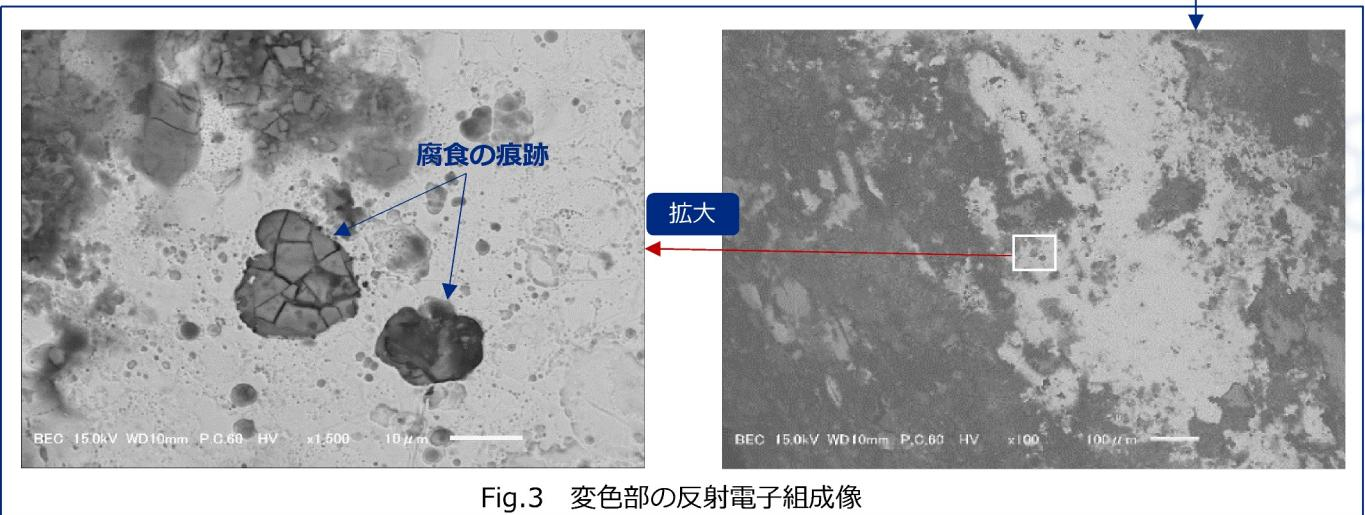

Fig.3 変色部の反射電子組成像
■ 走査電子顕微鏡(SEM)にて観察したところ(Fig.3)、腐食の痕跡が確認されました。基材表面にクレーターのような凹みが点々と存在し、その内部には何か詰まっているかのようにも見えます。この様子は腐食の典型的なもので、浸食された金属表面によく見られるものです。